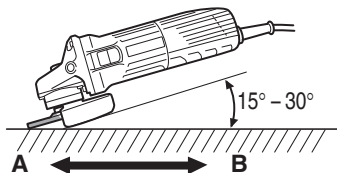

Fig. 4
4. Utiliser un angle de meulage correct. Meuler seulement avec le rebord de la meule en soulevant la meuleuse à disque de 15° à 30°, comme montré sur la Fig. 4.
Lors de l'utilisation d'une nouvelle meule à dépression centrale dans la direction A (Fig. 4), le rebord de la meule risque de couper la pièce à usiner. Dans ce cas meuler dans la direction B (Fig. 4). Une fois que la meule est usée, la pièce à usiner peut être meulée dans les deux directions.